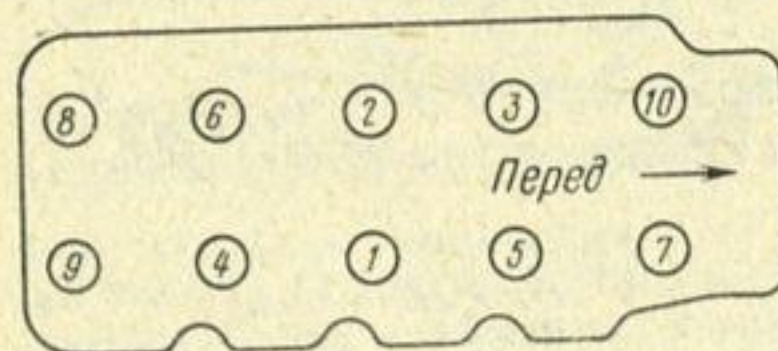

Рис. 39. Последовательность затяжки гаек шпилек, крепящих головку цилиндров
5. Подтяните гайки крепления головки цилиндров последовательно, указанной на рис. 39 без рывков моментом затяжки в пределах 9—10 кгс·м (90—100 Н·м), применяя динамометрический ключ с головкой 19 мм.